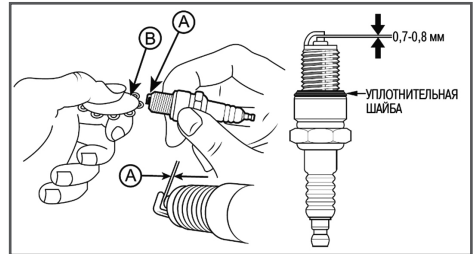

Рис. 22 Проверка зазора между электродами
4. Измерьте зазор А между электродами свечи зажигания специальным щупом В. Зазор А должен быть 0,7-0,8 мм (Рис. 22). При увеличении или уменьшении требуемого зазора, рекомендуется заменить свечу, так как регулировка зазора может привести к изменению качества искрообразования.